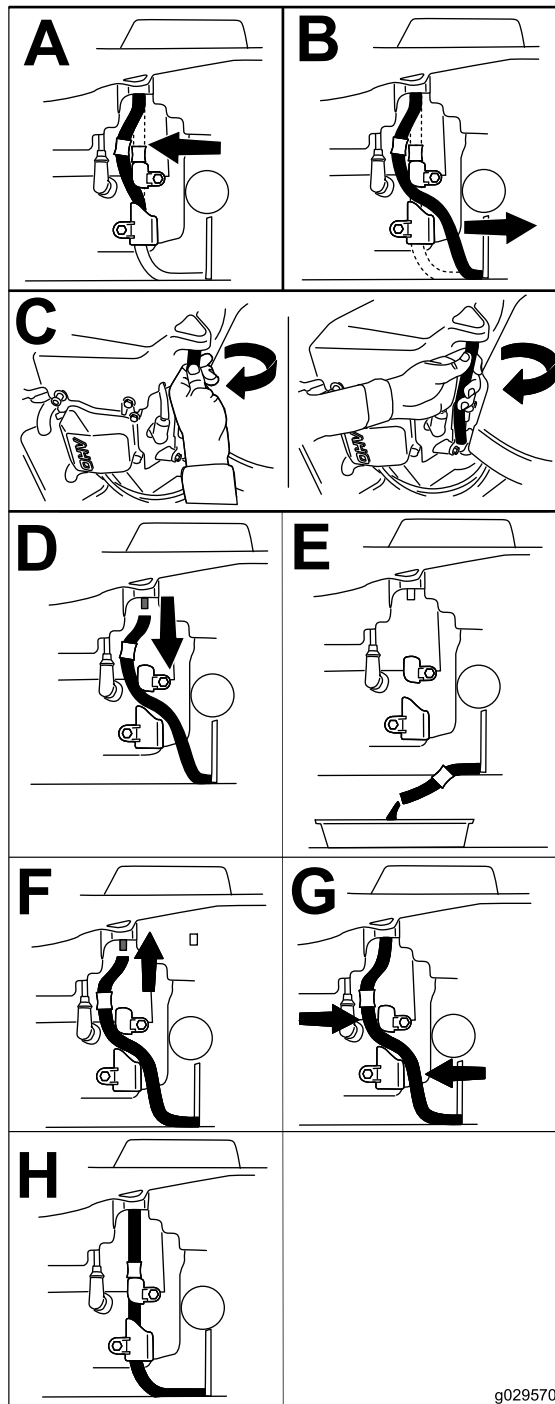

Figura 41
3. Spurgate l'olio dal motore (Figura 41).